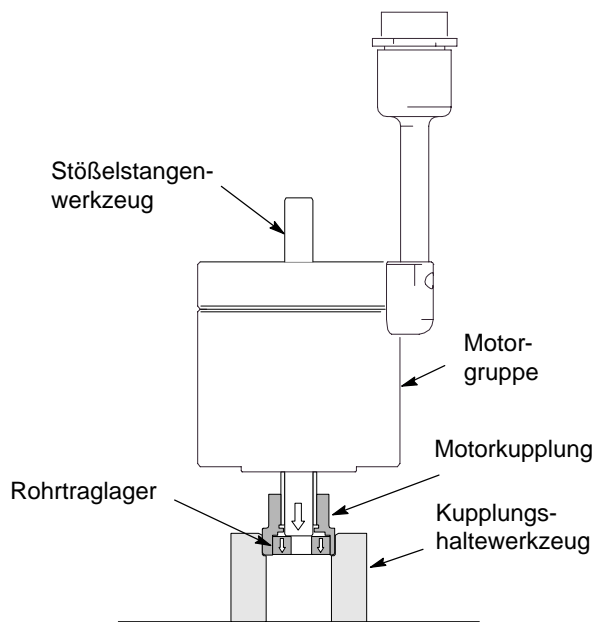

Abb. 2
1. Die Motorgruppe auf das Kupplungshaltewerkzeug geben. Siehe Abb. 2.